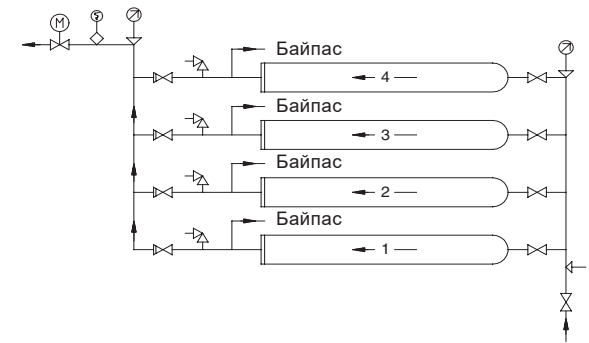

Рис. 7 Блок из четырех параллельно включенных бустерных модулей, размещенных друг над другом
Бустерные модули фирмы GRUNDFOS в стандартном исполнении поставляются без встроенного обратного клапана, но имеется также исполнение, оборудованное обратным клапаном. Случай применения обратного клапана представлен на рис. 7.
- Для параллельно включенных, размещенных друг над другом бустерных модулей рекомендуется приведенная на рис. 7 схема разводки труб. Такая схема обеспечит заполнение бустерных модулей водой при их включении.